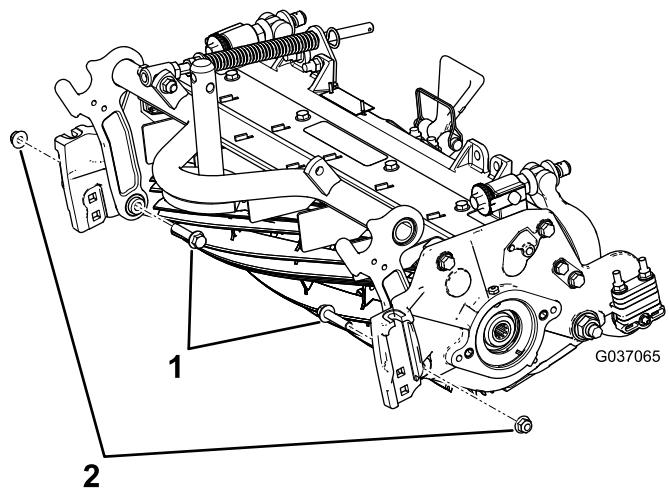

图7
- B. 从滚刀组内侧安装 2 个现有的凸缘头螺栓然后用 3/8 英寸凸缘锁紧螺母固定**图7**。